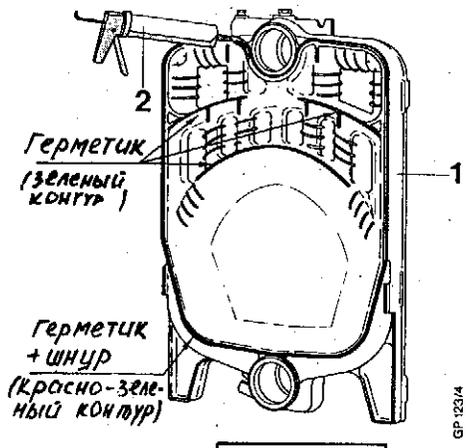
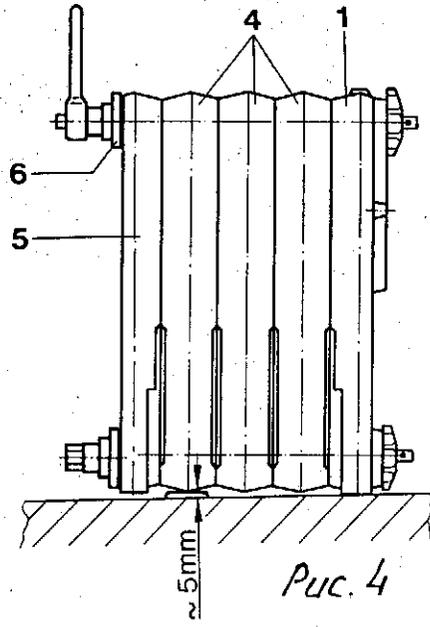

Рис. 1
Рис. 4
Ручной инструмент для прессования соединений можно использовать для прессования котельного блока только так, как показано на рис. 1...6! На повреждения, возникшие из-за использования инструмента не в соответствии с инструкцией, гарантийные обязательства фирмы не распространяются. Схема сборки инструмента для прессования показана на рис. 6.
- Герметик наносить специальным шприцем с картушем на места, указанные на рис.1(Герметик входит в комплект поставки).
- На посадочные отверстия задней секции(1) и средней секции(4) и ниппеля нанести свинцовый сурик.(Сурик входит в комплект поставки).
- Установить ниппель в нижнее посадочное отверстие, чтобы при насаживании средней секции(4) была возможность корректировки.
- Для прессования задней(1) и средних(4) секций можно использовать только звездчатый фланец(3).
- Для монтажа следующей секции под предыдущую подложить прокладку толщиной около 5 мм.(Рис.4)
- Заднюю(1), средние(4) и переднюю(5) секции по одной напрессовывать, равномерно и одновременно затягивая соединения сверху и снизу только при помощи ручного инструмента для прессования.
- Для прессования передней секции(5) на среднюю секцию(4) можно использовать только звездчатый фланец(6) Ø120, изображённый на рис.4 и 5.